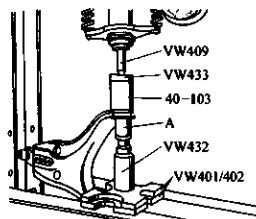

图 3-148 压入下摇臂
1) 用专用工具压入下摇臂橡胶轴承, 如图 3-148 所示。